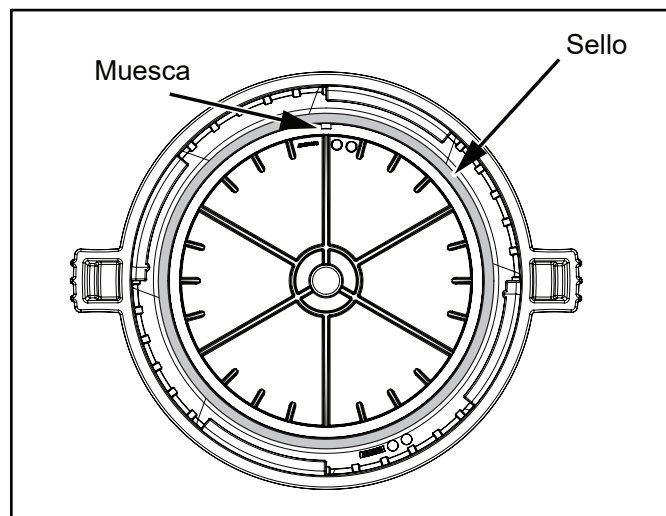

Figura 9. Junta tórica en el conjunto de la tapa
7. Inspeccione en la junta tórica ubicada en la tapa la presencia de residuos o daño. Consulte la Figura 9. Si fuera necesario, inserte un destornillador de punta plana por la muesca para retirar la junta tórica. Si se observaran degradación, residuos o desgaste de la junta tórica, reemplace el sello inmediatamente. Utilice únicamente lubricantes de junta tórica a base de silicona para facilitar el montaje.